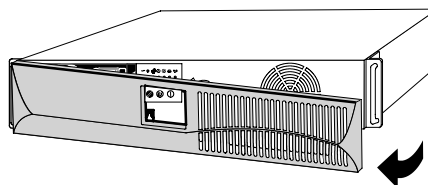

Figure 1. Retrait du Panneau Avant
2. Retirez le panneau avant de l'onduleur (voir Figure 1).